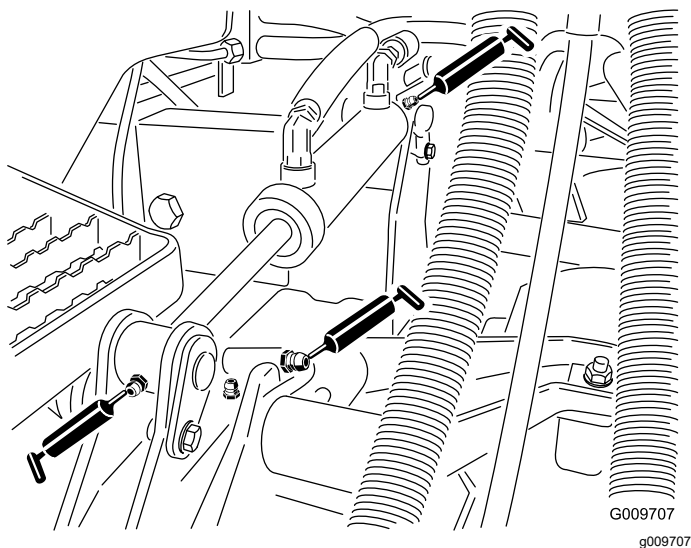

Figura 53
- Casquillos de brazo de elevación (1 por unidad de corte) tal y como se muestra en la Figura 53
- Casquillos de cilindro de elevación (2 por unidad de corte) tal y como se muestra en la Figura 53